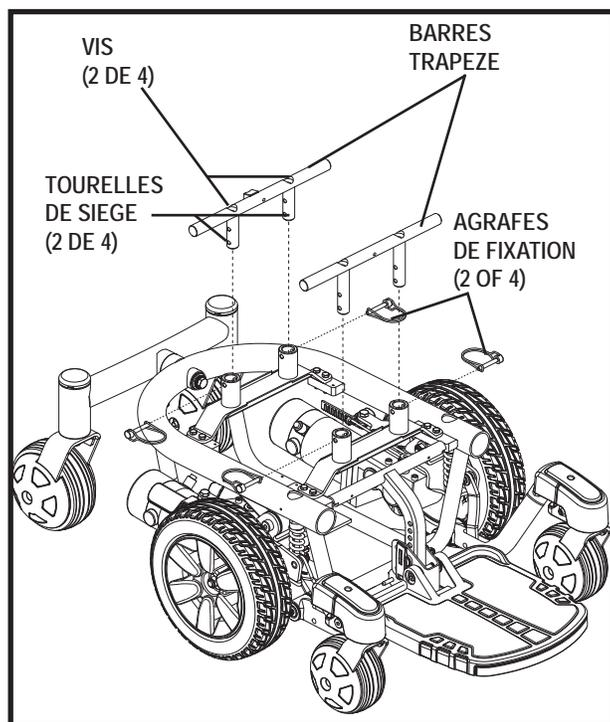

Figure 12. Réglage de la hauteur du siège - Trapeze barres
8. Desserrez les vis qui retiennent la barre trapèze aux tourelles de siège. **Voir la figure 12.**
9. Retirez les agrafes de fixation qui retiennent des tourelles de siège à la base motorisée. **Voir la figure 12.**